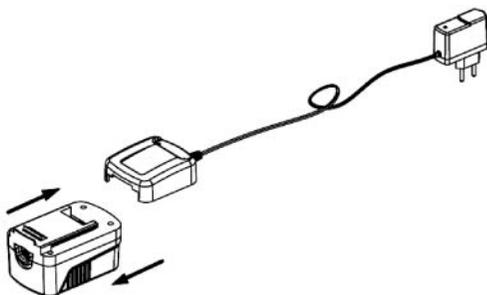

Figure 1
CHARGER LA BATTERIE (figure 1)
5. Débrancher le chargeur. Retirer le chargeur en le faisant glisser dehors. (Figure 1)